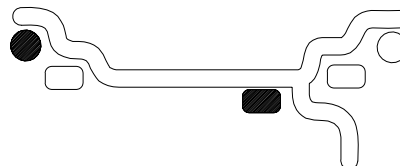

Figure 17
Voir (Figure 14). En appuyant sur le bouton de sélection masses (9), le DEL basculera sur les sélections par défaut des masses comme illustré. Équilibrage en utilisant une combinaison marteau et masses adhésives comme illustré à la Figure 17.